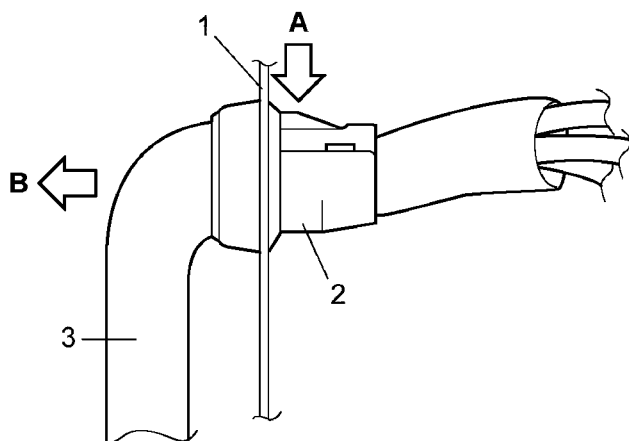

Рис. 10
2. Надавить на вкладыш шнура **А** и вынуть **В**. (Рис. 10)